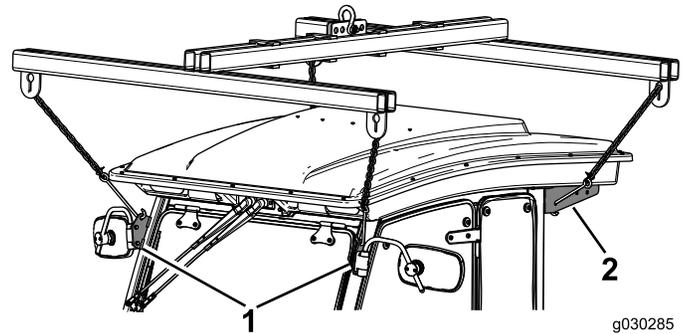

Figure 21
- Attachez le palan de cabine aux 4 points de levage sur la cabine (Figure 21).